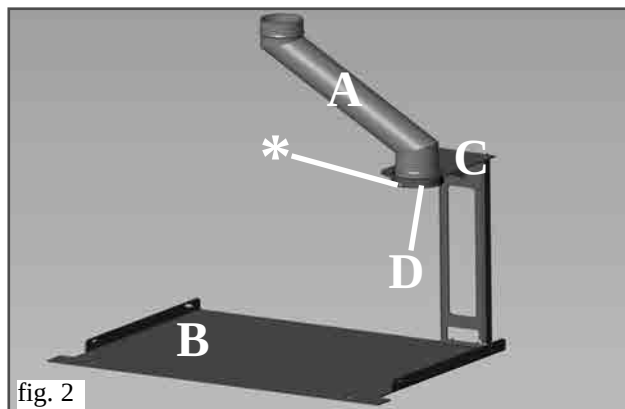

fig. 2
- Entubar el viejo tubo de humos existente con tubo de acero y aplicar en su base el trozo de canal de humo (A) para conectar-se a la salida de humos del INPELLET 54 (que resultará desalineado).
- Instalar y fijar con tacos la placa de apoyo (B) en la posición definitiva donde se colocará el insertable.
- Posicionar y fijar (con los pernos suministrados) el estribo (C) de centrado del trozo de canal de humo (A).
- Calzar el trozo de canal de humo en el anillo (D) del estribo (C) apoyándolo en el tornillo (*) fig 2).